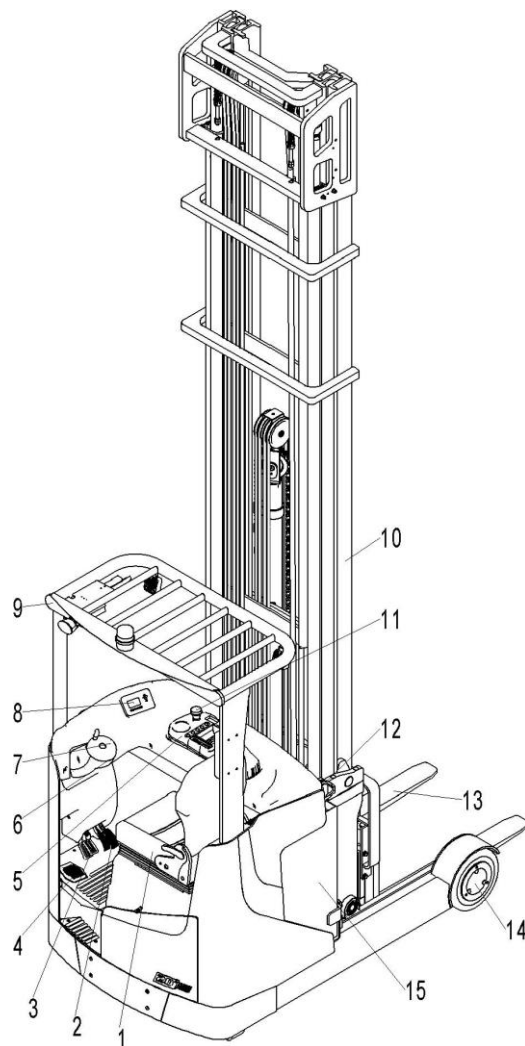

Fig. 1: Visão geral dos principais componentes
- Use o equipamento sem oacrílico de proteção removível; (Fig. 1 pos. 19)